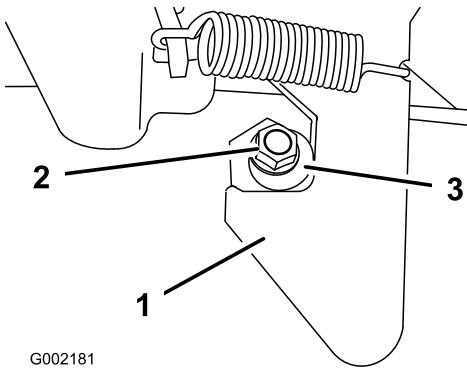

Рисунок 69
1. Ослабьте затяжку контргайки в конце стойки фиксатора (Рисунок 69).
2. Поворачивайте стойку фиксатора по часовой стрелке до тех пор, пока она не будет плотно прижата к крючковой части фиксатора (Рисунок 69).